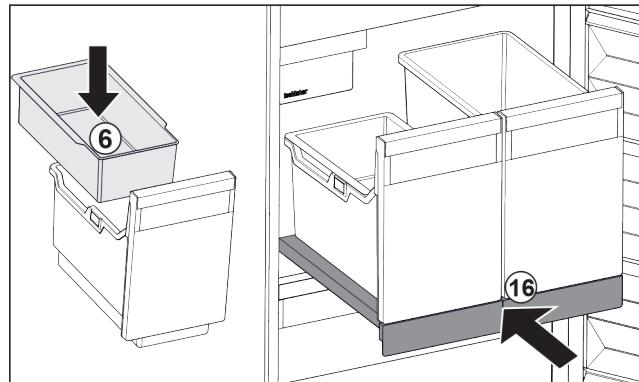

Fig. 130
- Vložte závesnú misku Fig. 130 (6) na kocky ľadu.
- Zasuňte vyťahovaciu poličku s nádobou (IceTower). Fig. 130 (16)